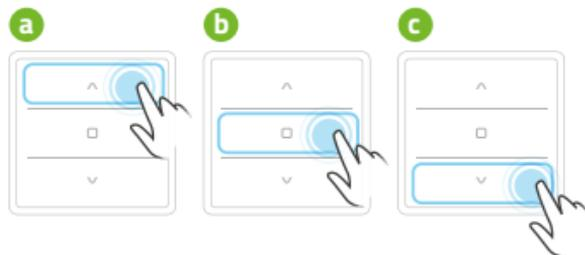

fig. 9.2
1. Activation en appuyant sur le doigt dans le champ du bouton de commande. Le pilote enverra au destinataire une commande correspondant à la zone sur l'écran - **fig. 9.2**.